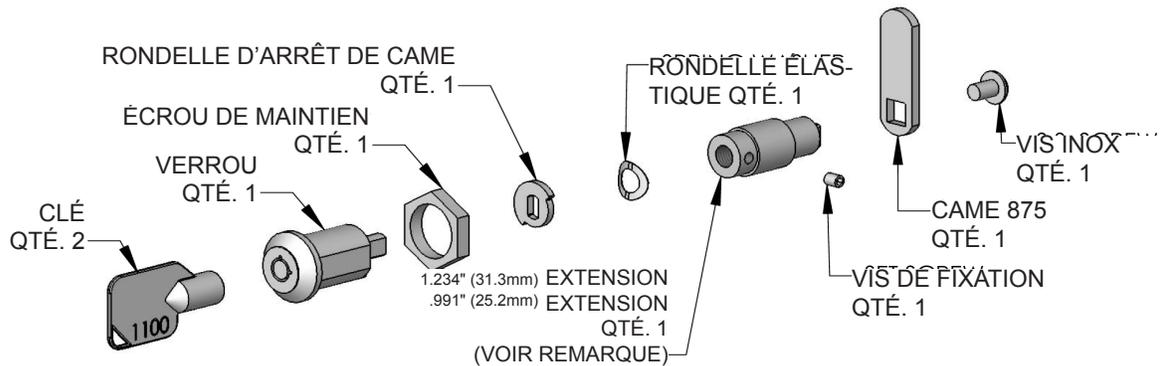

Figure 11
Deux (2) extensions de verrouillage sont fournies avec le verrou. Utilisez l'extension la plus longue pour un panneau de revêtement d'épaisseur $\frac{3}{4}$ po et la plus courte pour un panneau d'épaisseur $\frac{5}{8}$ po. Assemblez l'extension de verrouillage, une rondelle d'arrêt de came, une rondelle élastique et une vis de fixation sur le verrou comme montré aux Figures 11 et 12.